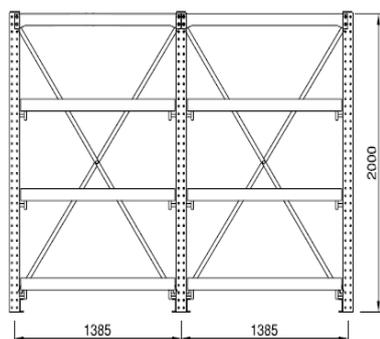

Рис. 1 Стеллажи H=2000 мм
- без тали (высота 2000 мм), рис. 1